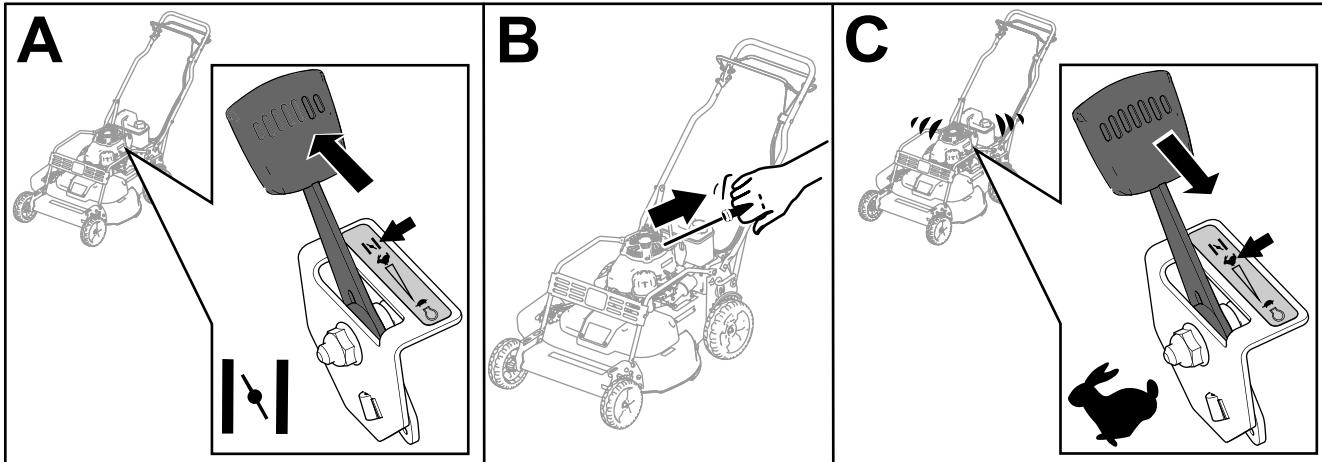

Figure 14
3. Réglez la commande d'accélérateur en position STARTER (A de Figure 14).
4. Tirez légèrement sur la poignée du lanceur jusqu'à ce que vous sentiez une résistance, puis tirez vigoureusement (B de Figure 14).
5. Amenez la commande d'accélérateur en position HAUT RÉGIME quand le moteur démarre (C de Figure 14).